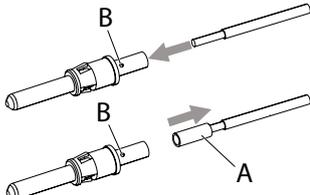
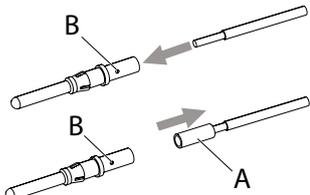

Abb. 38:
Abb. 40:
1. Die abisolierte Kabellitze in den Anschlussbereich des Kontakts einschieben (**Abb. 38** bzw. **Abb. 40**).
1. Die Reduzierhülse (A) in **Abb. 38** bzw. **Abb. 40** auf die abisolierte Kabellitze aufschieben und die Kabellitze zusammen mit der Reduzierhülse in den Anschlussbereich des Kontakts einschieben.
2. Die Kabellitze (ggf. inkl. Reduzierhülse) so tief in den Kontakt einschieben, bis diese in der Prüfbohrung (**Abb. 38/B** bzw. **Abb. 40/B**) sichtbar wird.